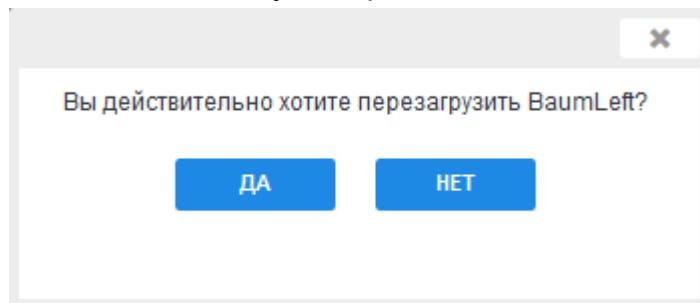

Рисунок 84 – Модальное окно перезагрузки
3) В результате появится модальное окно (см. Рисунок 84), в котором необходимо подтвердить действие (нажать на кнопку «Да»). Если необходимо отменить действие, нужно нажать на кнопку «Закрыть» в модальном окне.